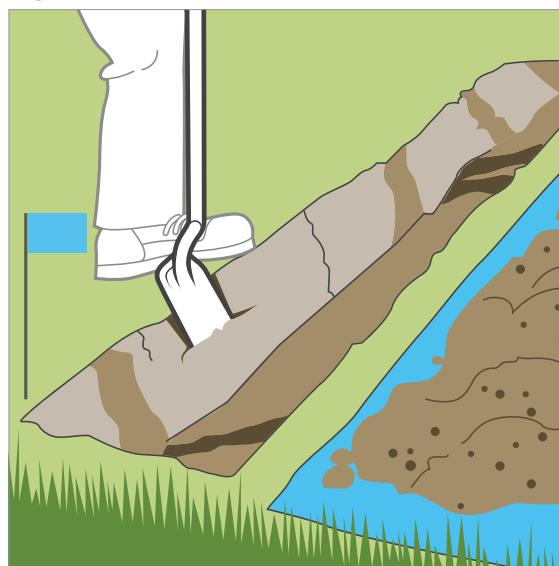

Figura 2
4. Scavo di trincee: verificare le norme locali in vigore relative alla profondità di posa di 25-30 cm delle tubazioni degli impianti di irrigazione. Per le tubazioni secondarie, scavare una trincea con una profondità di 15-20 cm. Lo scavo delle trincee può essere effettuato a mano o con una scavatrice a catena disponibile presso le aziende di noleggio (*Figura 2*).